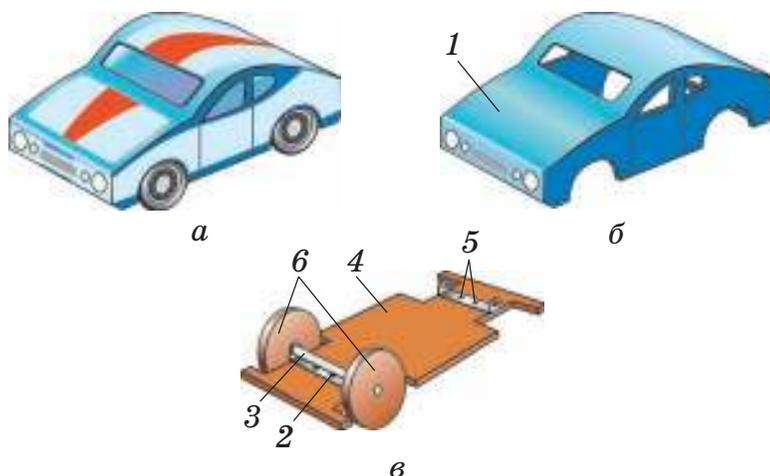
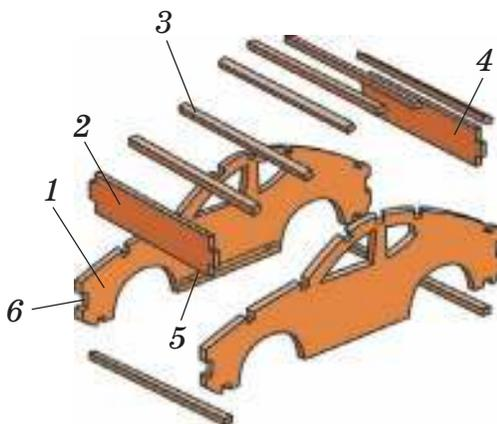
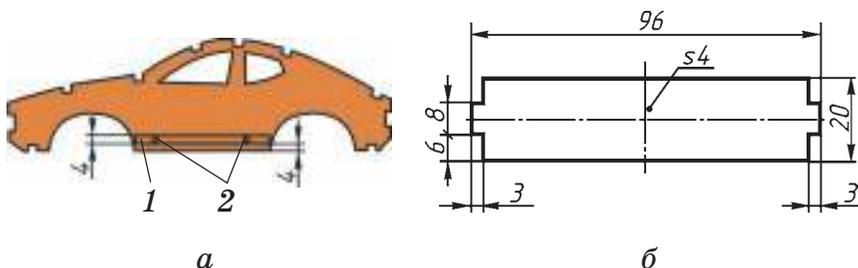

Рис. 51. Модель-копия легкового автомобиля:
Рис. 53. Каркас кузова модели в разборе:
Рис. 54. Шаблон боковины кузова (а)
Кузов модели легкового автомобиля должен быть прочным, цельным и съёмным (см. рис. 51, б). Его можно изготавливать из бумаги, картона, древесины, жести. При изготовлении кузова из бумаги, картона и древесины *каркас* собирается из боковин, передней и задней частей, поперечных и продольных реек (рис. 53). Для этого на боковинах кузова предусмотрены специальные места — *пазы* для сборки и склеивания.
Боковины кузова изготавливаются по шаблону из фанеры толщиной 4 мм, шириной 55 мм, длиной 205 мм (рис. 54, а).
Поперечные рейки шириной 5 мм, толщиной 4 мм и длиной 96 мм делаются в количестве 8 шт. из древесины (см. рис. 53). Продольные рейки шириной и толщиной по 4 мм и длиной 73 мм изготавливаются из древесины — 2 шт. (см. рис. 54, а). Передняя и задняя части кузова изготавливаются из фанеры толщиной 4 мм (рис. 54, б).
1. Изучите технический рисунок и устройство модели легкового автомобиля (см. рис. 51).
2. Сделайте разметку боковины по шаблону, выпилите её (см. рис. 54, а).
3. Изготовьте поперечные и продольные рейки, передние и задние части кузова (см. рис. 54, б).
4. Сделайте предварительную сборку и подгоните детали каркаса в местах соединений (пазах) (см. рис. 53).
Ходовая часть автомоделки легкого автомобиля состоит из следующих основных деталей: рама, колёса, оси, скобы, крепёжные детали (винты и гайки) (см. рис. 51, б).
Сборка ходовой части происходит согласно общему устройству автомаodelи. А на собранную ходовую часть устанавливают изготовленный кузов (см. рис. 51, б).